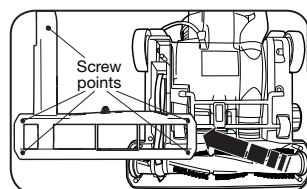

Fig. 1
2. Retire los cinco tornillos que sostienen la placa (Fig. 1).